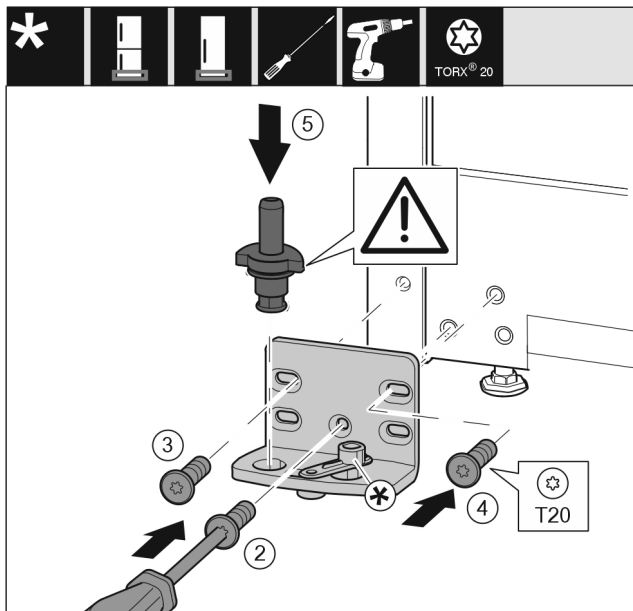

Fig. 16
- ▶ Установите опорный кронштейн с другой стороны и прикрутите с помощью отвертки T20. Начинать с винта 2 снизу в центре. Fig. 16 (2)
- ▶ Затяните винты 3 и 4. Fig. 16 (3,4)
- ▶ Установите опорный палец в сборе. При этом следите за тем, чтобы выступ фиксатора был направлен назад. Fig. 16 (5)